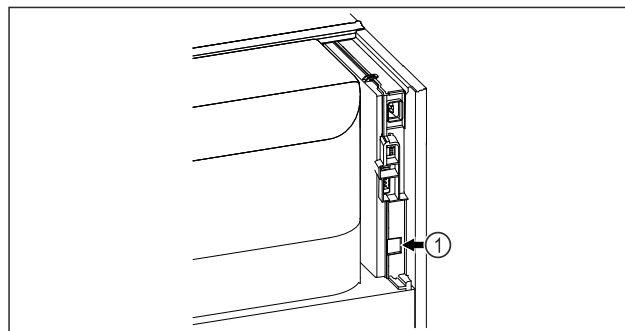

Fig. 183
- ☐ SmartModule Fig. 183 (1) ist eingesetzt.